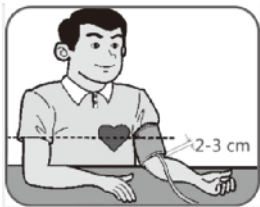

图3
2. 将袖带缠绕在左手裸露的手臂上,空气管的出口应在中指的延长线上,如图3。
测量时，胳膊肘放在桌子上，手心向上，身体放松，袖带与心脏高度保持一致；测量过程请保持安静，身体不要前倾弯曲，放松肩部和手臂（如图3）。